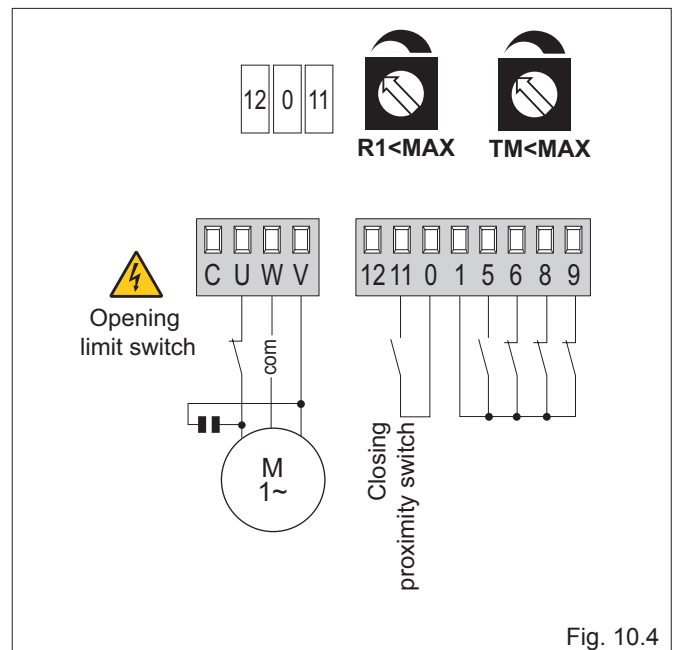

Fig. 10.4
- (Fig. 10.4) L'anta si ferma sul finecorsa in apertura e sulla battuta meccanica in chiusura ed inverte sugli ostacoli.